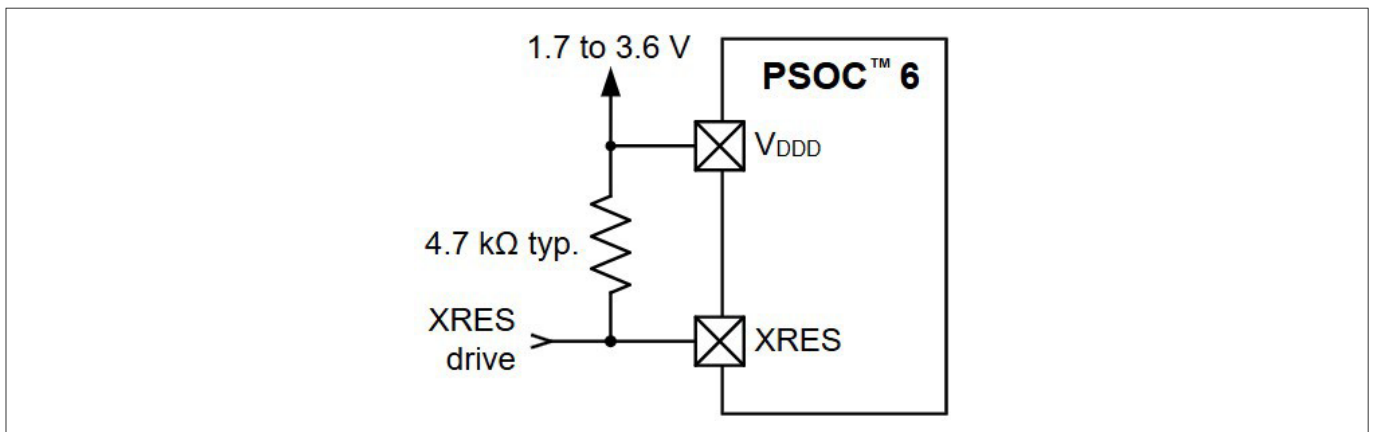

图 5 XRES 连接图
- 外部复位专用引脚 (XRES)，可使用外部复位源复位器件。XRES 引脚为低电平有效。它可以连接到上拉电阻至 V_{DD} ，也可以连接到有源驱动电路，如图 5 所示。如果使用上拉电阻，请选择其值以最小化引脚拉低时的电流消耗；典型值为 4.7 kΩ 至 100 kΩ。